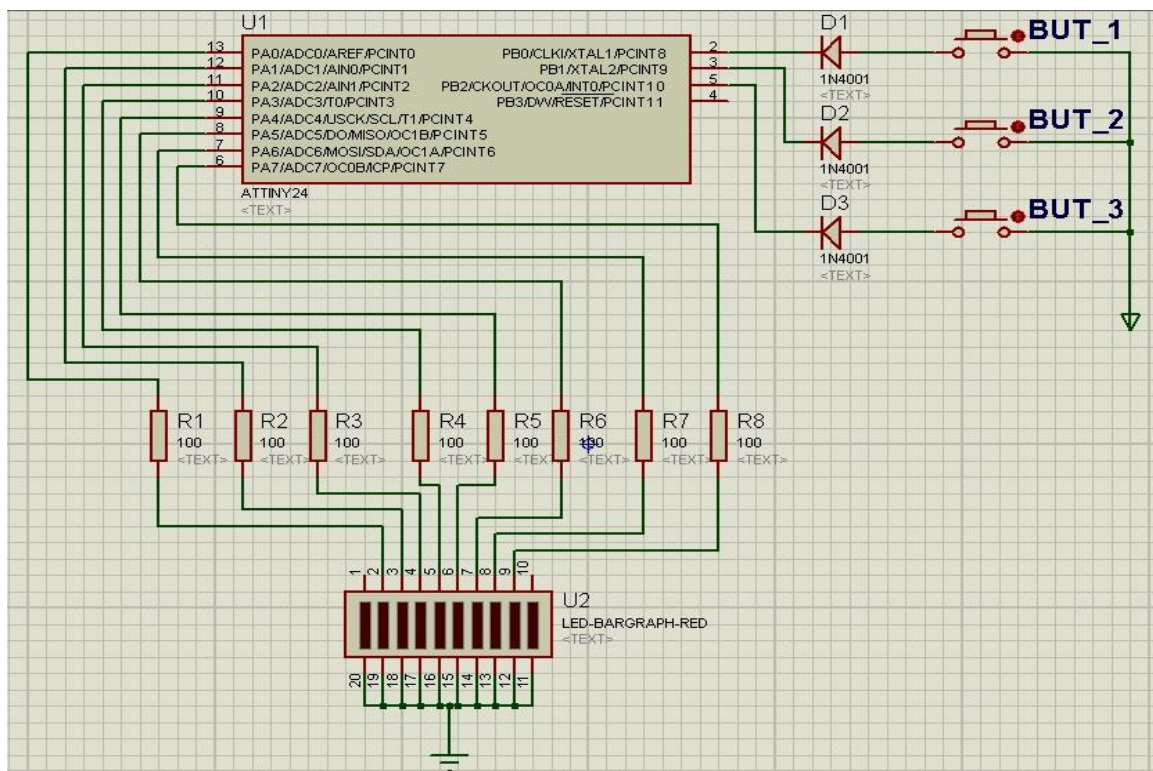

Рис. 1.4. Приклад створеної електричної схеми та розташування компонентів обраних з бази
3. Після збереження проекту у основному вікні (яке відкриється програмою CodeVisionAVR автоматично) написати програмний код, який повинен забезпечити виконання наступних умов (див. рис. 1.4):
5. Імпортувати згенерований «*.cof» файл до МК «U1» (див. рис. 1.4). Для цього необхідно двічі натиснути на символ МК лівою кнопкою миші (ЛКМ), та у відкритому вікні («Edit Component») перейти до поля «Program File», (обравши символ теки, розташований праворуч).